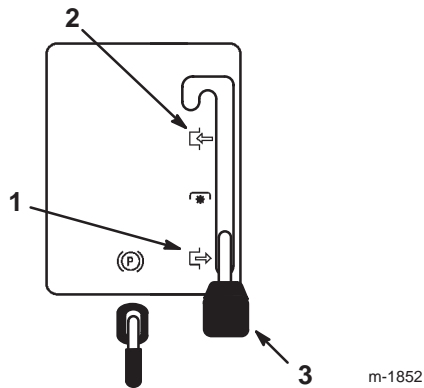

Bild 5
2. Stellen Sie den Zapfwellenantriebshebel (ZWA) auf „Ein“ (Bild 5).
2. Stellen Sie den Zapfwellenantriebshebel (ZWA) auf „Aus“ (Bild 5).
3. Stellen Sie den Zapfwellenantriebshebel (ZWA) auf „Aus“ (Bild 5).